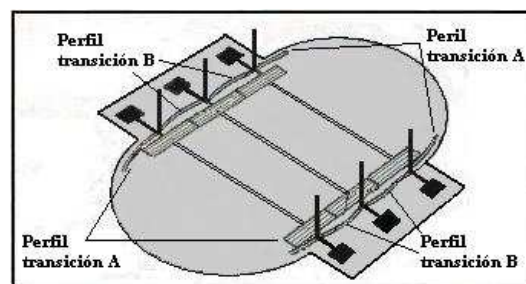

Fig. 2
- Chaque modèle de piscine se compose de deux, trois ou quatre types différents de profilés inférieurs courbés. Tous les profilés sont un numéro qui correspond à leur emplacement, fig. 2. Le tableau ci-dessous vous aidera à choisir le type et la quantité de profilés appropriés pour votre piscine.
- Si vous possédez une piscine de 550x366x120cm placer, les profilés de transitions A, de chaque côté des encoches inférieures des colonnes verticales (1). Si vous possédez un autre modèle, vous devrez d'abord placer les profilés de transition B (fig. 2, photo 19), entre les colonnes verticales (1). Les profilés devront être emboîtés dans les encoches des colonnes (1). Assurez-vous que la rainure du profilé de transition est tournée vers le haut photo 20.